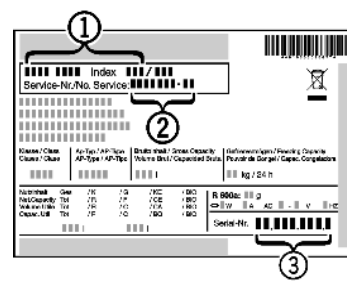

Fig. 24
- ▶ Označení přístroje Fig. 24 (1), servisní číslo Fig. 24 (2) a sériové číslo Fig. 24 (3) naleznete na typovém štítku. Identifikační typový štítek je umístěn na levé vnitřní stěně přístroje.
- ▶ Informujte zákaznický servis a sdělte poruchu, označení přístroje Fig. 24 (1), servisní číslo Fig. 24 (2) a sériové číslo Fig. 24 (3).